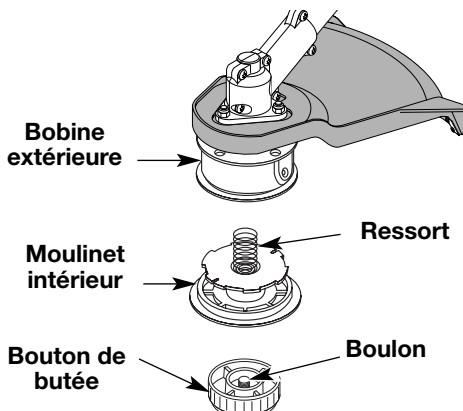

Fig. 12
1. Tenez la bobine extérieure d'une main et dévissez le bouton de butée vers à droite (Fig. 12). Inspectez le boulon à l'intérieur du bouton de butée pour vous assurer qu'il se déplace librement. Remplacez le bouton de butée s'il est endommagé.
2. Retirez le moulinet intérieur de la bobine extérieure (Fig. 12).
3. Retirez le ressort du moulinet (Fig. 12).
- Tenez la bobine extérieure d'une main et dévissez le bouton de butée vers à droite (Fig. 12). Inspectez le boulon à l'intérieur du bouton de butée pour vous assurer qu'il se déplace librement. Remplacez le bouton de butée s'il est endommagé.
- Retirez l'ancien moulinet intérieur de la bobine extérieure (Fig. 12).
- Retirez le ressort de l'ancien moulinet intérieur (Fig. 12).